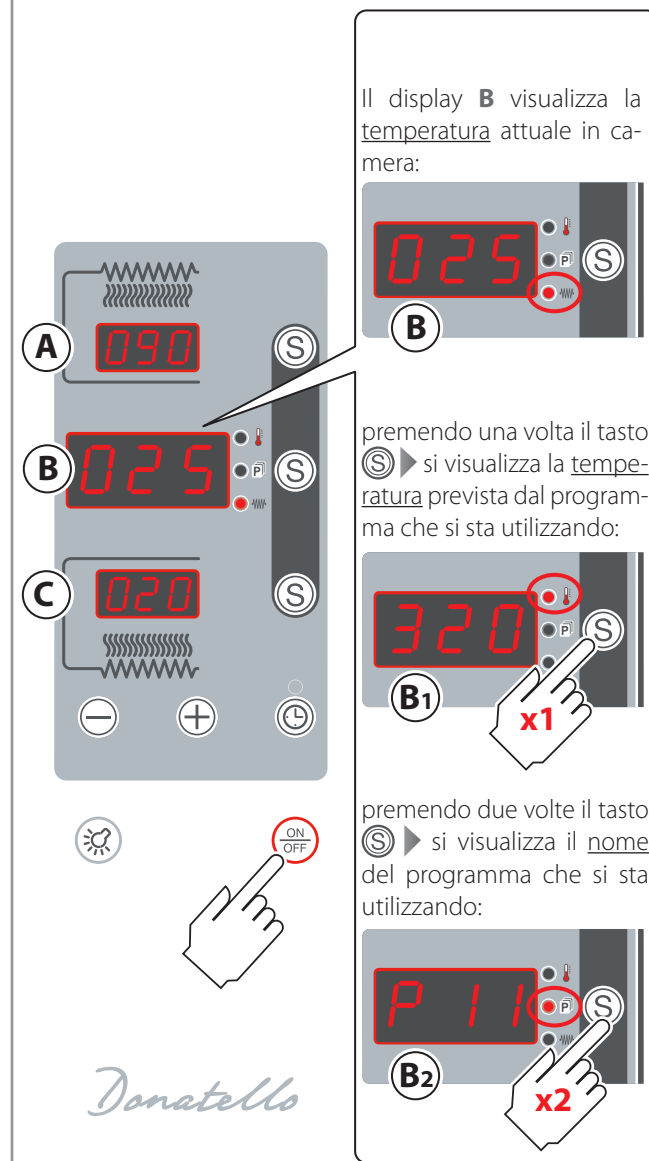

Fig.15.
Consultare ► cap. **"Accensione manuale"** a pag. 14 e Fig.15.
► Fig.15.